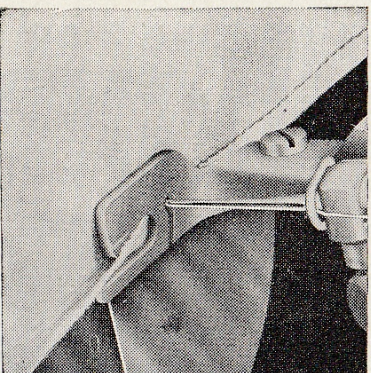

Fig. 11
- Leg de aan elkander te hechten stukken zo op elkaar, dat het onderste ongeveer vier millimeter buiten het bovenste uitsteekt (fig. 11); breng het uiteinde waar de naad begint in de gleuf van het